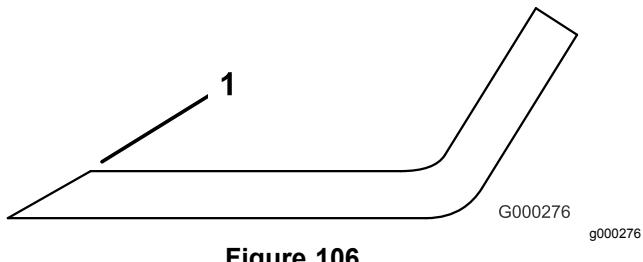

Figure 106
1. Au moyen d'une lime, aiguissez les tranchants aux deux extrémités de la lame (Figure 106).